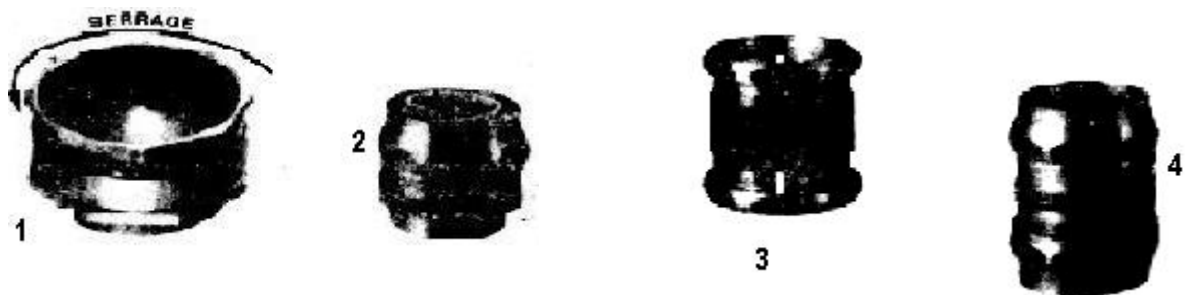

Figure 5.11 – Les accessoires d'un conduit flexible « métallique »
- **Accessoires :** (voir figure 5.11)